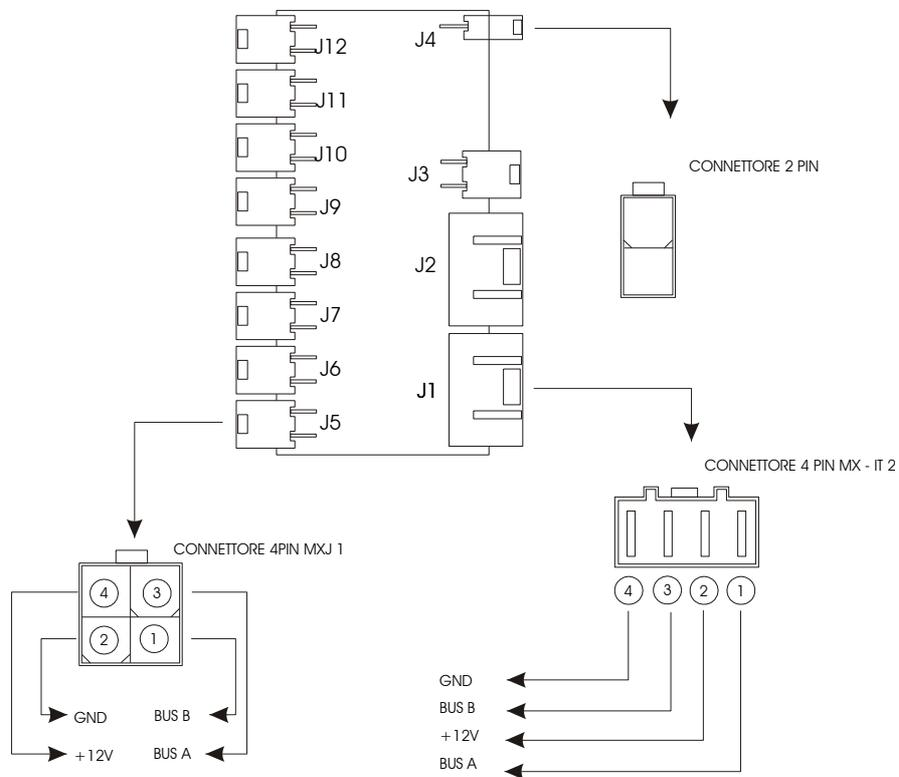

Figura 5 "Power Hub"
Il distributore può essere comandato per abilitare/disabilitare il flusso di energia verso le uscite in due modi: localmente, attraverso un pulsante (on/off) direttamente connesso al distributore (J4 in Figura 5), oppure remotamente, attraverso la centralina, con un apposito comando. Quest'ultima visualizza anche lo stato delle protezioni elettriche del distributore.
Il dispositivo è costituito essenzialmente da tre tipi di connettori. Il connettore J1, Figura 5, considerato normalmente l'ingresso del dispositivo, presenta dei terminali omologhi, cioè, in comune, con i connettori J2 e J3 ritenuti quindi dei puri e semplici passanti.
- ?? J1..J2 Molex "*caimano*" sigla **mlx94213-2014** con in contatti disposti nella seguente maniera (vedi anche Figura 5)
?? J12 Molex "mini-fit Jr" sigla **MLX5569-04** con in contatti disposti nella seguente maniera (vedi anche Figura 5)
?? J12 Molex "mini-fit Jr" sigla **MLX5569-02A2** con in contatti disposti nella seguente maniera (vedi anche Figura 5)